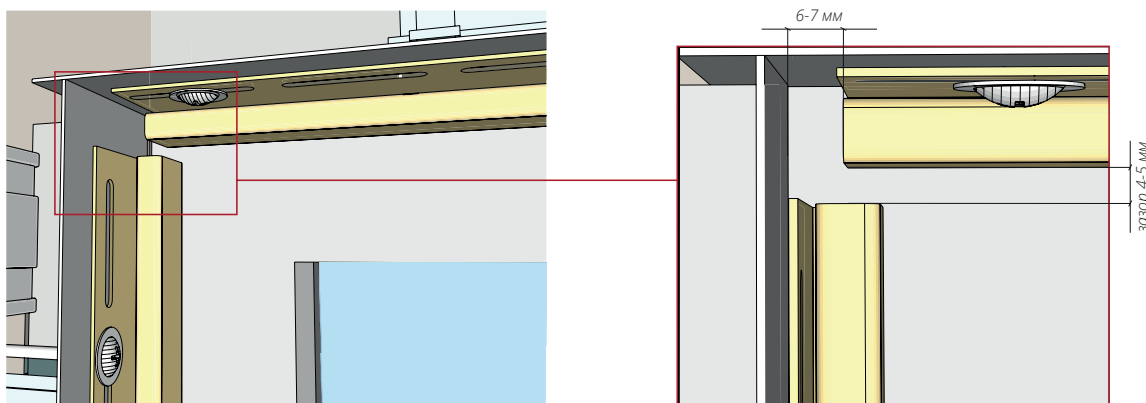
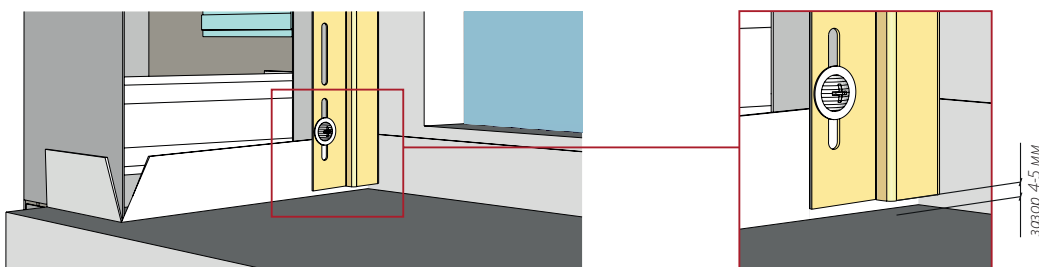

Рисунок 52
Рисунок 53
- 15.2** Согласно общим правилам монтажа смонтируйте верхнюю горизонтальную финишную планку с зазором 6-7 мм с обеих сторон (Рис. 52). Далее смонтируйте левую и правую финишные планки вертикально с зазором в верхней и нижней части 4-5 мм (Рис. 52, 53). В нижней части финишная планка должна быть подрезана параллельно отливу (Рис. 53).